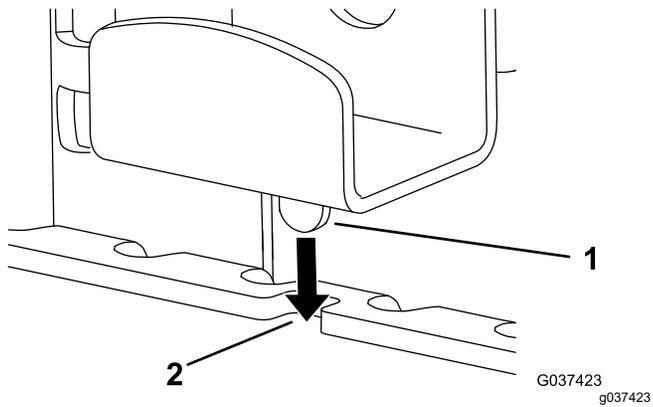

Figura 7
2. Afloje el pomo y baje el soporte superior, insertando la pestaña en la muesca del soporte de bisagra (Figura 7).